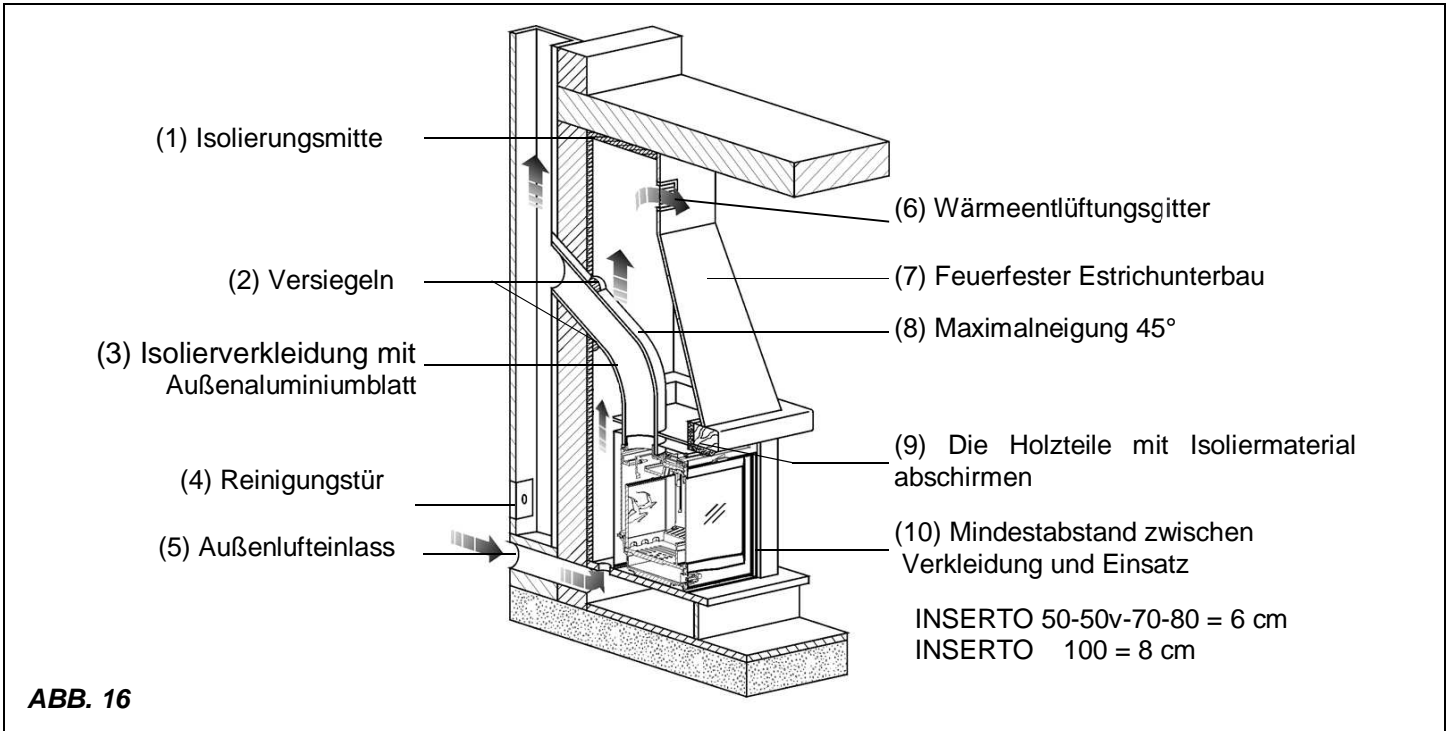

ABB. 16
Das Wärmeentlüftungsgitter (ABB. 16 Pos. 6) wird auf den Oberteil des Haubenablenkblech angelegt (20 cm von der Zimmerdecke entfernt) **Dieses Gitter muss immer angelegt werden**, damit die gehäufte Wärme im Haubenablenkblechs (Überdruck) in das Raum austreten kann.
- Sollte die Luftzufuhr durch mit dem Außen in Verbindung stehende Öffnungen erfolgen, die sich in naheliegenden Räumen befinden, sind Lufteinlässe in Verbindung mit Garagen, Küchen, Badezimmern, thermischen Stationen zu vermeiden. (siehe ABB. 16).